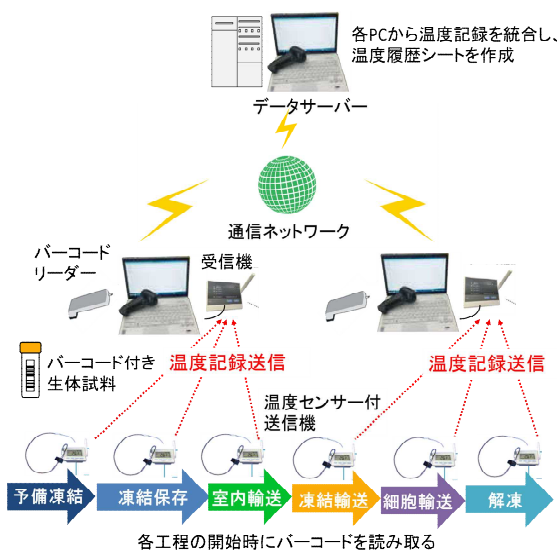

図2 温度履歴シート作成の流れ
- (1) 複数の工程の温度データを、インターネットを経由してサーバーに送り、1枚の温度履歴シートを作成することができる(図2)。
- (2) 実験結果に問題があったとき、どの工程に問題があったか遡って検証することができる(トレーサビリティの確立)。
- (3) 細胞加工製品の輸送や移植手術を行う際に、その試料が適正に取り扱われてきた証拠として提示できる(品質保証への貢献)。
- (4) クライオライブラリーと連動させることが可能で、予備凍結槽の温度履歴を自動取得できる。